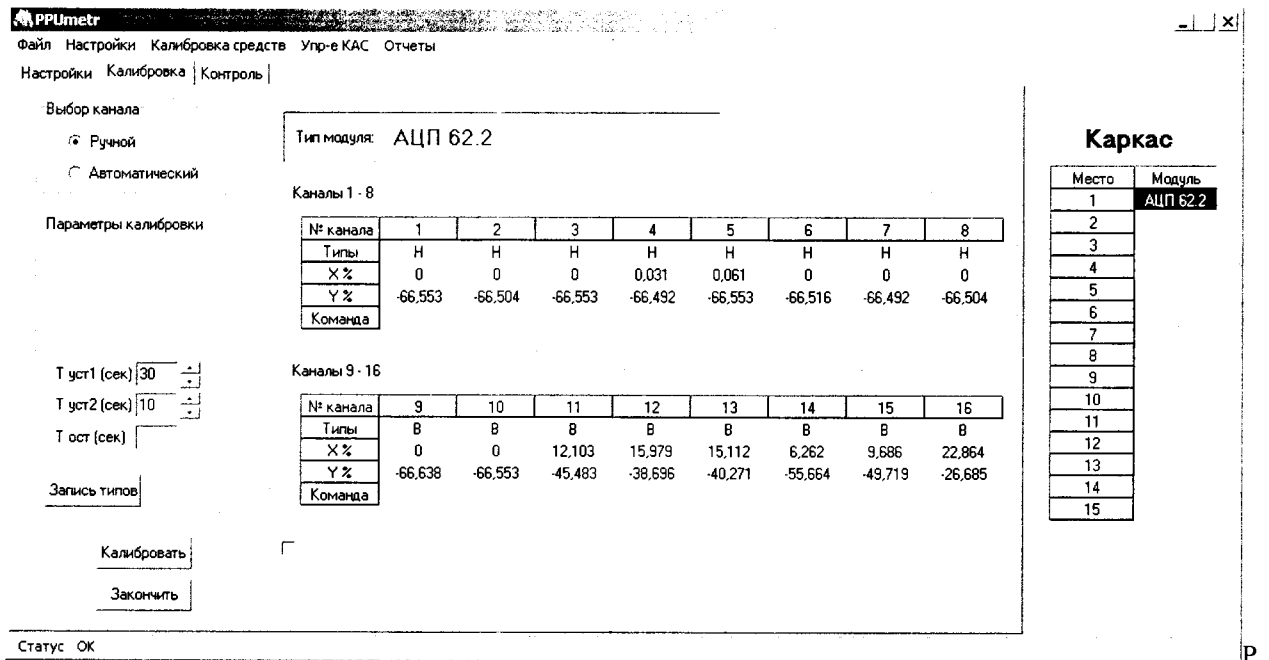

Рисунок 2 - Рабочее окно «Калибровка»
6.4.2.14 На экране появиться окно «Калибровка», смотри рисунок 2.